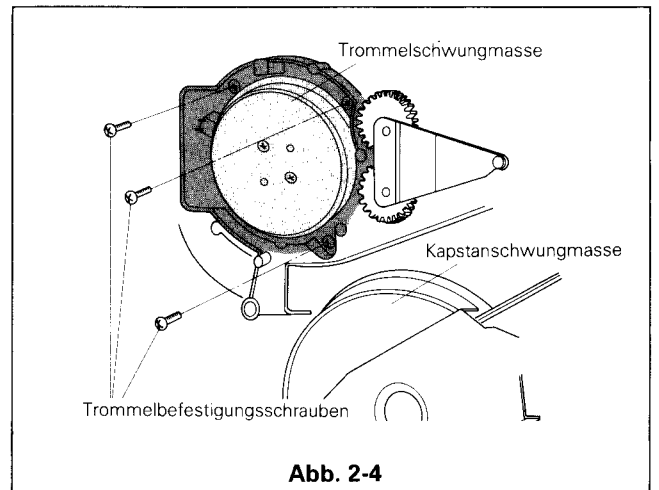

Abb. 2-4
4. Entfernen Sie die drei Befestigungsschrauben (Abb. 2-4). Halten Sie die obere Drum-Einheit fest und entfernen Sie die komplette Motor-Kopfeinheit durch sanftes Drehen in die obere Richtung.
2. Befestigen Sie die Kopftrommel-Motoreinheit wieder mit den drei Schrauben (Abb. 2-4) und sichern Sie die Schrauben.